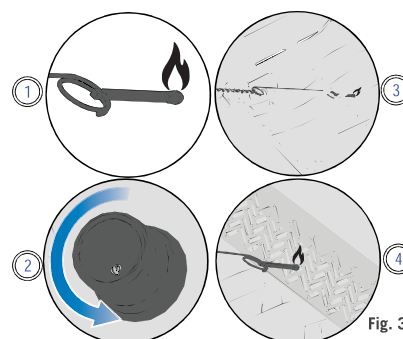

Fig. 3
3. Pendant ce temps, tourner le bouton du brûleur correspondant vers la position HIGH. (Fig. 3)